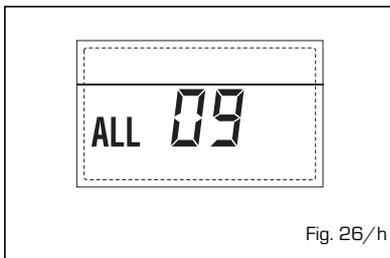

Fig. 26/h
- **ANOMALIA SONDA AUSILIARIA "ALL 10"** (fig. 26/i)